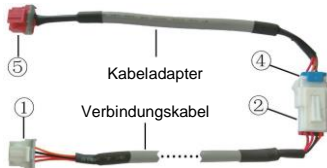

Abb. 25. Verbindungskabel und Kabeladapter verbinden:
Verwenden Sie das Verbindungskabel und den Kabeladapter aus dem Beipack des Wandcontrollers. Nehmen Sie die Schutzkappe am Steckverbinder des Kabeladapters ab, schließen Sie das Verbindungskabel am Kabeladapter gemäß Abb. 25 an, dann schieben Sie den Steckverbinder ① des Verbindungskabels in den Anschluss CN2 des Wandcontrollers und den Steckverbinder ⑤ des Kabeladapters in den Anschluss für den Wandcontroller an der Klimaanlage ein.